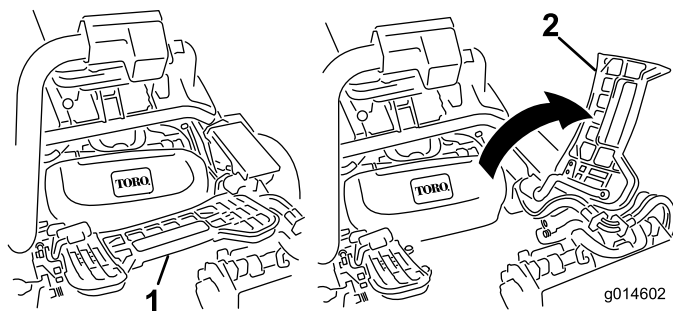

Figura 12
7. Para la instalación de la unidad de corte central, levante el reposapiés y gírelo hacia arriba, para tener acceso a la posición de la unidad de corte central (Figura 12).